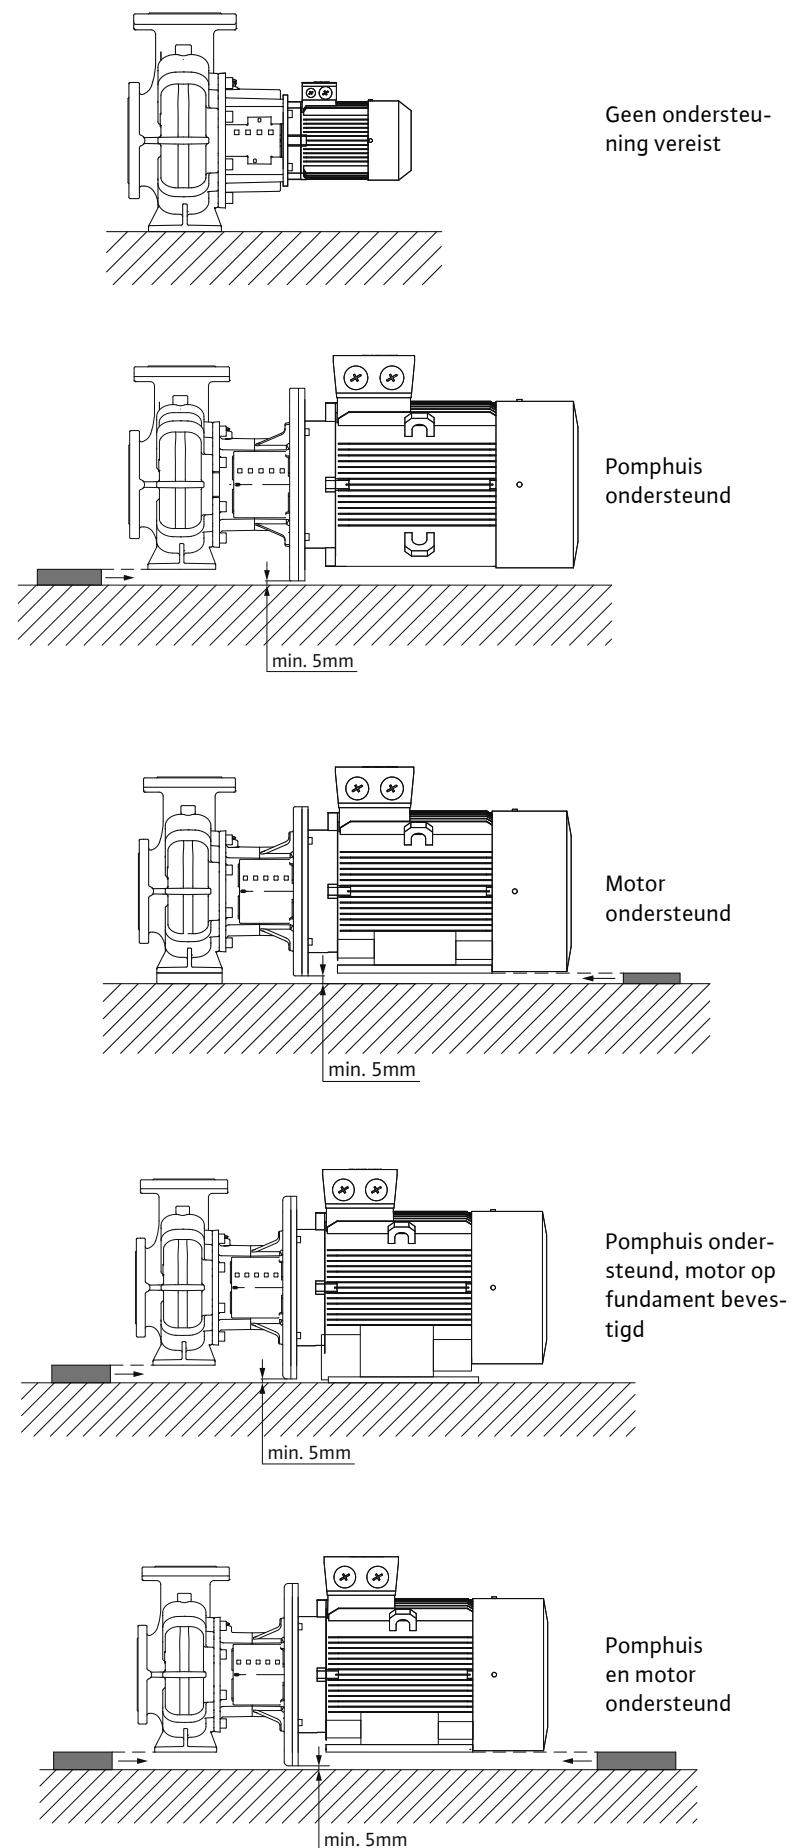

Fig. 14: Installatievoorbeeld BL
- Bij pompen van het type BL moet de motor vanaf een motorvermogen van 18,5 kW ondersteund worden, zie installatievoorbeeld BL (Fig. 14).